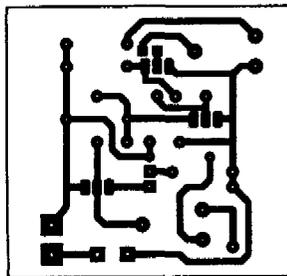
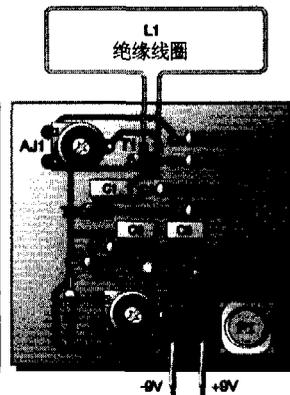

图2 印制板布线图
图3 元件安装图
**2. 制作** 图2为印制电路布线图。图3为元件装配图。考虑到整个电路和电池要装在一个塑料盒里，印制电路的尺寸不能太大，元件的插脚不能留得过长，以免